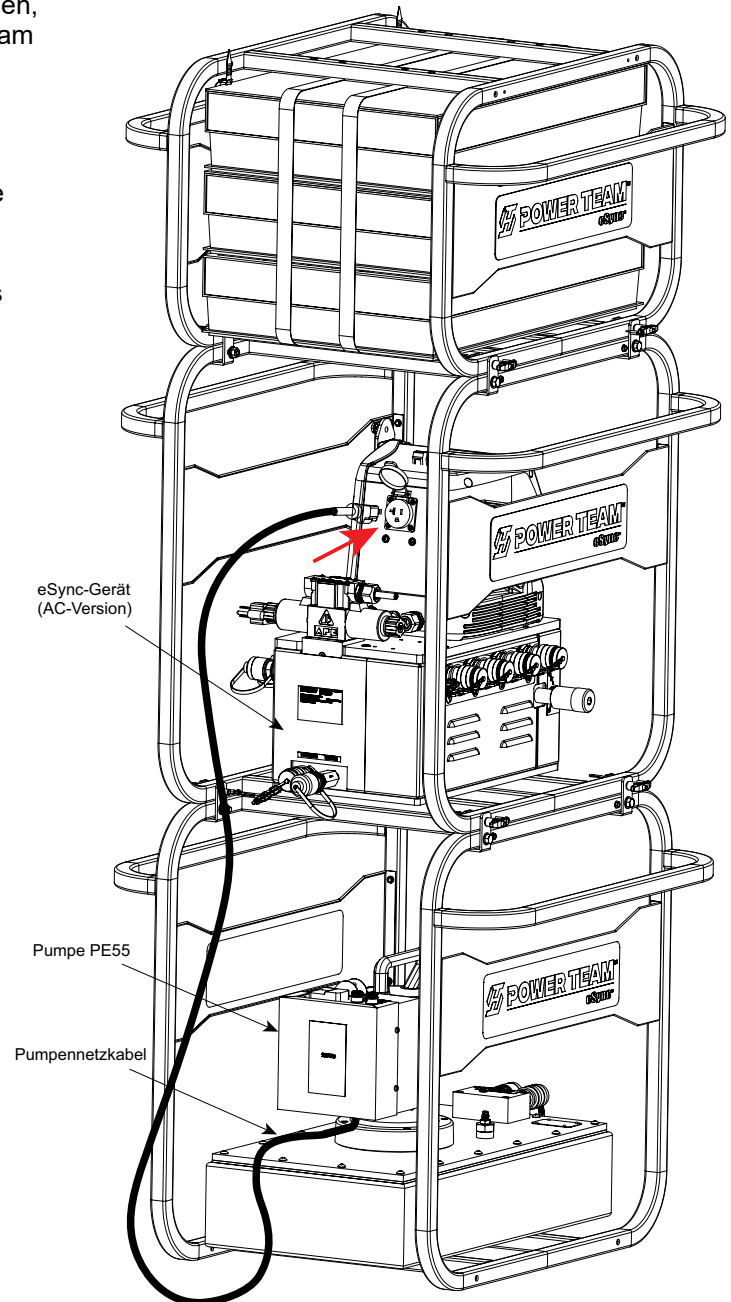

Abb. 12: Anschluss der PE55-Pumpe an das eSync-Gerät
- B. Verbinden Sie den Schutzrahmen der PE55-Pumpe mit dem Schutzrahmen des eSync-Geräts unter Verwendung der U-Halterung, des T-Griff-Sicherungsstifts, der Schraube, der Unterlegscheibe und der Mutter, die mit der Pumpeneinheit geliefert werden (siehe Abbildung 12).
- E. Richten Sie den Stecker aus und drücken Sie ihn fest in das eSync, bis er vollständig eingesteckt ist. Stellen Sie sicher, dass er fest sitzt und keine losen Verbindungen vorhanden sind (siehe Abbildung 12).